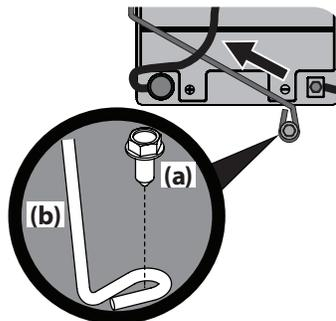

Figura 20
NOTA: El mazo de cables debería colocarse sobre la parte superior de la barra de sujeción de batería. De no ser así, el mazo de cables podría resultar dañado. Consulte la Figura 20 en la página 10.
3. Extraiga el tornillo de arandela hexagonal (a) que sujeta el soporte de sujeción de la batería al bastidor (b). Luego levante el soporte de sujeción de la batería (b) para liberar la batería. Consulte la Figura 20.